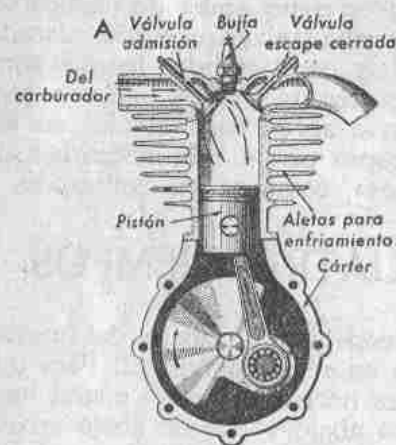

Fig. 11.—Admisión. El pistón baja y aspira, por la válvula de admisión abierta, la niebla de aire y gasolina.
**Primer tiempo: Admisión** (fig. 11).—El pistón está en el punto muerto superior y empieza a descender; en este instante se abre la válvula de admisión *A* y los gases que existen en la tubería de admisión (la mezcla de aire y gasolina suministrada por el carburador) son aspirados por el pistón, que desciende, y van llenando el cilindro. Cuando el émbolo llega al punto muerto inferior, se cierra la válvula de admisión.